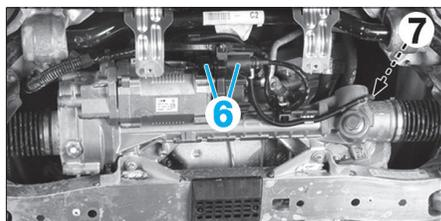

Fig. 22
- les connecteurs (6) et mettre à nu le faisceau de câbles jusqu'au longeron moteur (Fig.22).
- Couper le serre-câbles (7) du câble de raccordement sur le berceau.